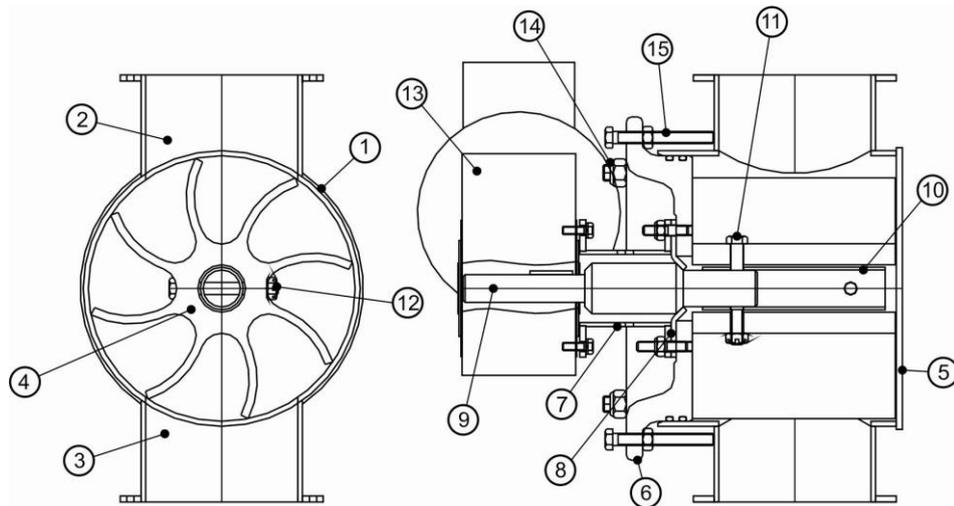
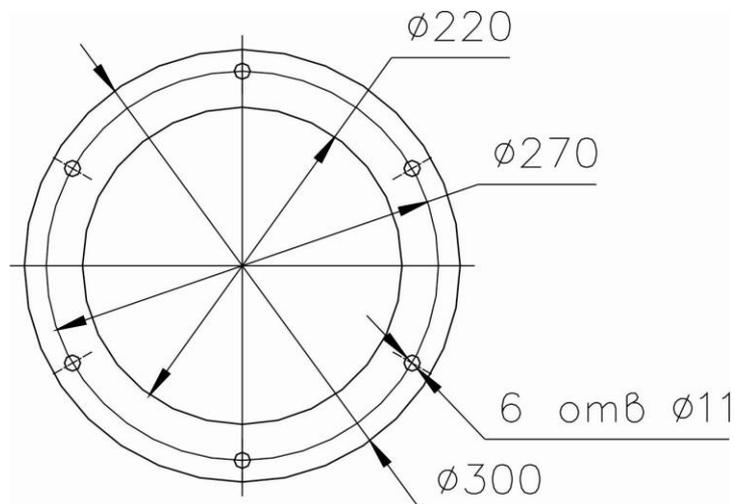
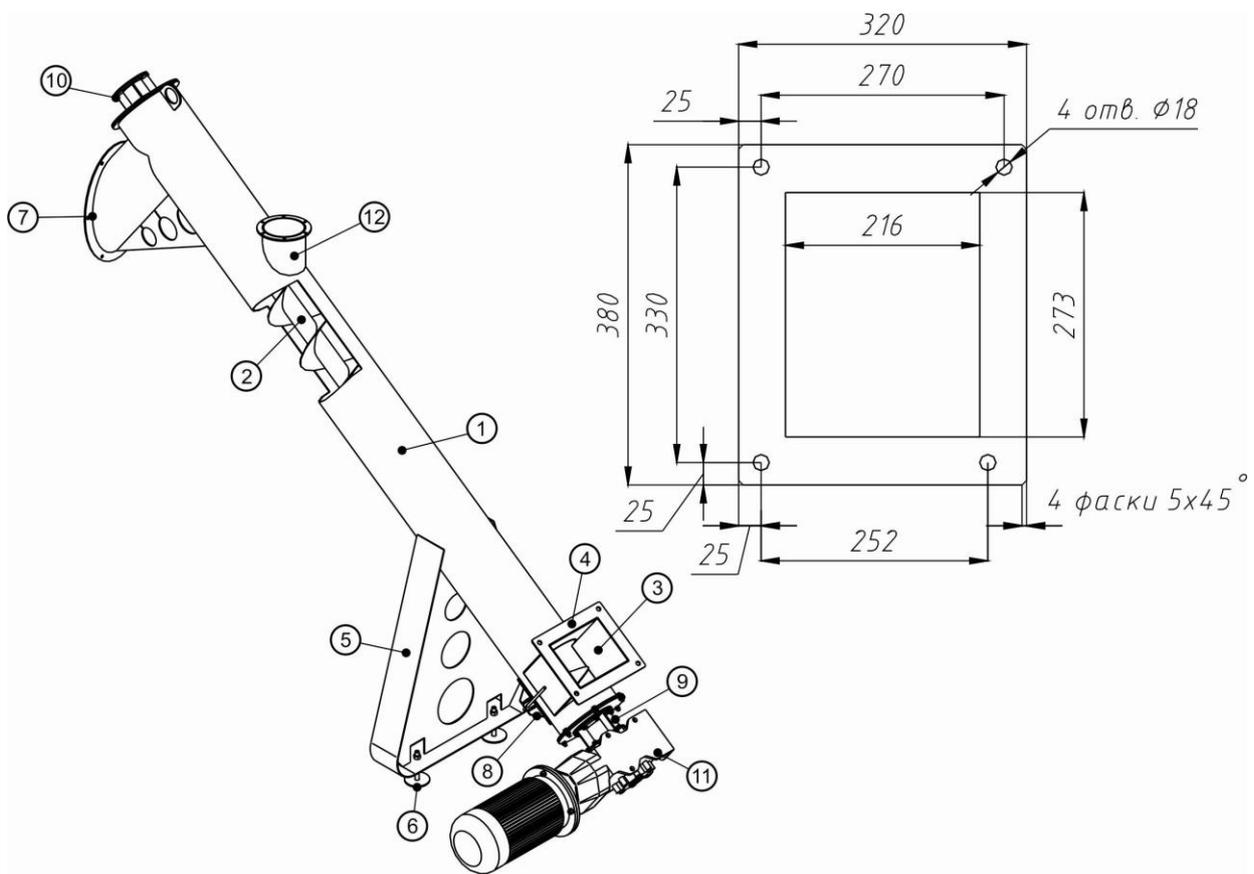

Рис.10 Шлюзовой затвор
Рис.11 Присоединительный фланец шлюзового затвора
Рис.12 Винтовой конвейер-питатель
Шлюзовой затвор (Рис.10) состоит из корпуса (1) с загрузочным (2) и разгрузочным (3) патрубками. К патрубкам приварены фланцы, присоединительные размеры которых указаны на Рис.11. Внутри корпуса (1) расположен эластичный ячейковый ротор (4). С одной стороны корпуса (1) установлена глухая крышка (5), с другой - крышка подвижная (6). На подвижной крышке (6) закреплен соединительный узел «катушка» (7). Между соединительным узлом «катушка» (7) и подвижной крышкой (6) установлен резиновый (уплотнительный) диск (8), служащий для герметизации ввода вала (9) привода эластичного ячейкового ротора (4). Вал (9) соединен с эластичным ячейковым ротором (4) посредством втулки (10) болта (11), корончатой гайки (12) и шплинта 3.2x20. На валу (9) установлен мотор-редуктор (13).
Винтовой конвейер-питатель (Рис.12) состоит из: корпуса (1), внутри которого находится подающий шнек (2), загрузочного патрубка (3) с фланцем (4) (на Рис.12. показан справа), рамки (5) с регулируемыми опорами (6), разгрузочного патрубка с присоединительным фланцем (7), лючка (8) очистки корпуса, подшипниковой опоры приводной (9) и консольной (10), мотор-редуктора (11). В верхней части корпуса (1) расположен патрубок (12), служащий для установки шлюзового затвора кассетного фильтра (для некоторых вариантов комплектации). Присоединительные размеры фланца патрубка (12) аналогичны приведенным на Рис.11 настоящего РЭ.